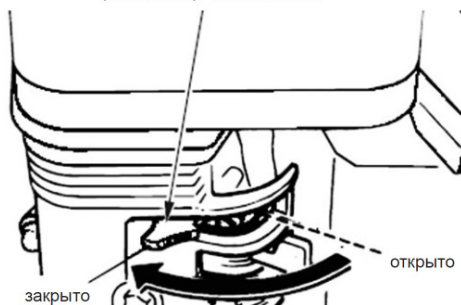

Рис.31
2. Установите рычаг воздушной заслонки в положение Закрыто (Рис.31).
1. Откройте топливный кран, переместив рычаг топливного крана в рабочее положение (ON).